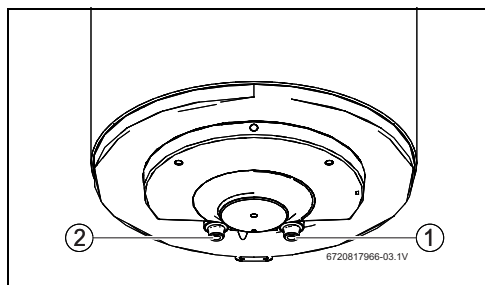

Fig. 7
- ▶ Segnare di conseguenza le tubazioni dell'acqua fredda e dell'acqua calda sanitaria per evitare confusione (fig. 7).